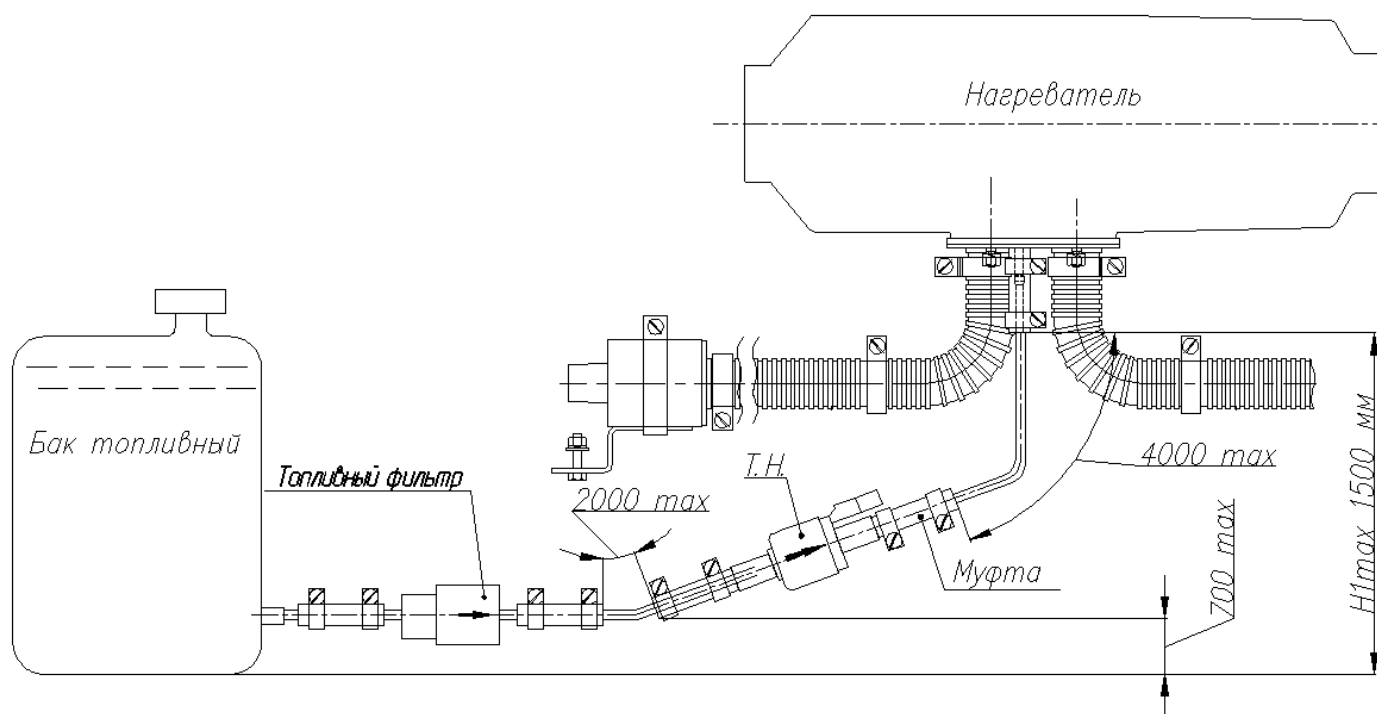
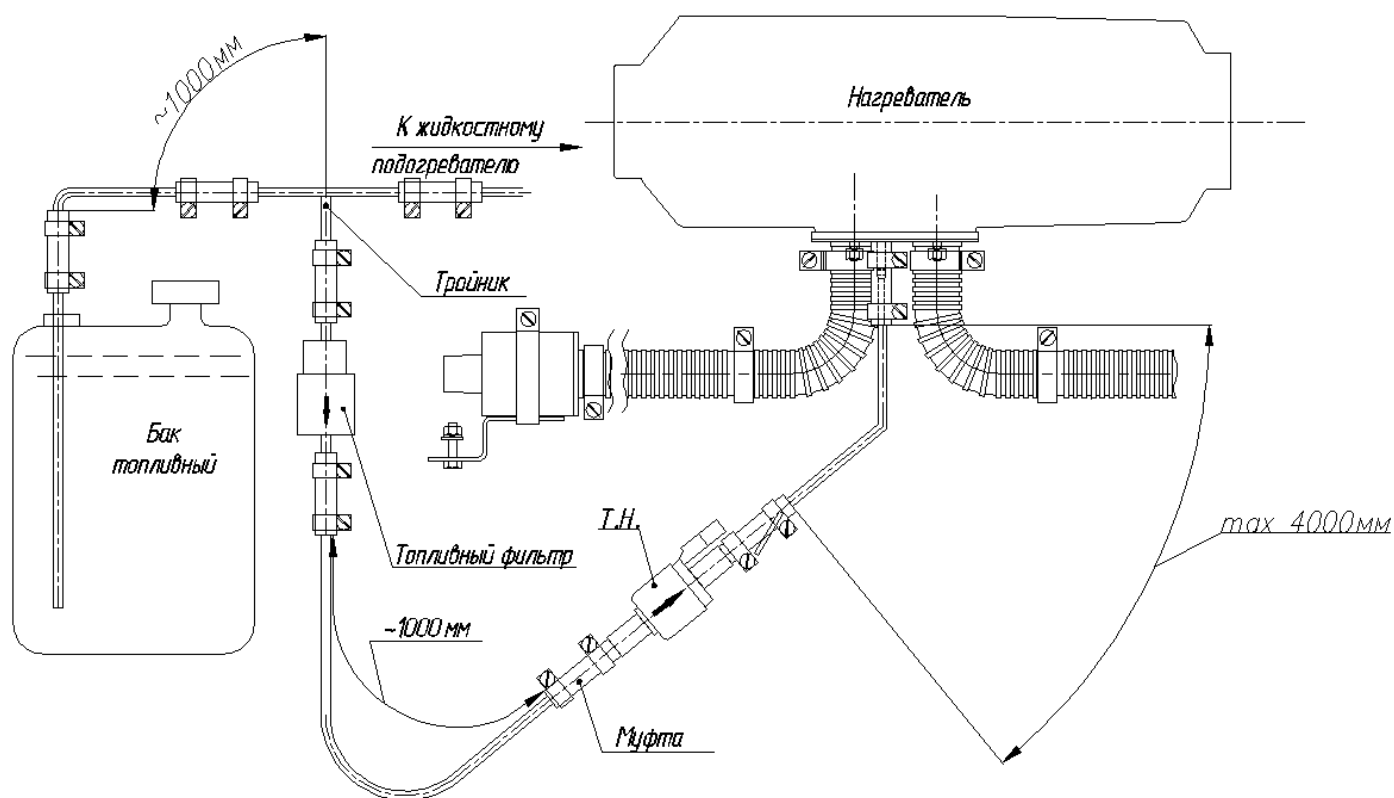

Рис.7 Схема монтажа топливной системы отопителя с индивидуальным топливным баком
Рис.8 Схема монтажа топливной системы отопителя в топливную систему жидкостного подогревателя
Питание электроэнергией осуществляется от аккумуляторной батареи автотранспортного средства. Топливная система отопителя подключается к топливной системе автомобиля или отопитель подключается к индивидуальному топливному баку, схема топливной системы приведена на рис.7 и рис.8.
- топливную трубку нагревателя предпочтительней располагать выше максимального уровня топлива в топливном баке (см. рис. 7, рис. 8);
Схемы относительного расположения топливного бака, топливного насоса и нагревателя показаны на рис.7 и рис.8.